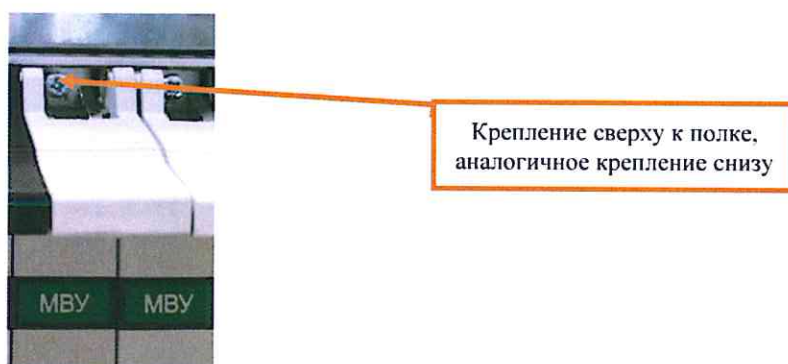

Рисунок 15. Крепление модуля МВУ.
7.4.3 Отвернуть крестовой отверткой невыпадающие винты крепления в верхней и нижней части лицевой панели модуля МВУ (Рисунок 15).